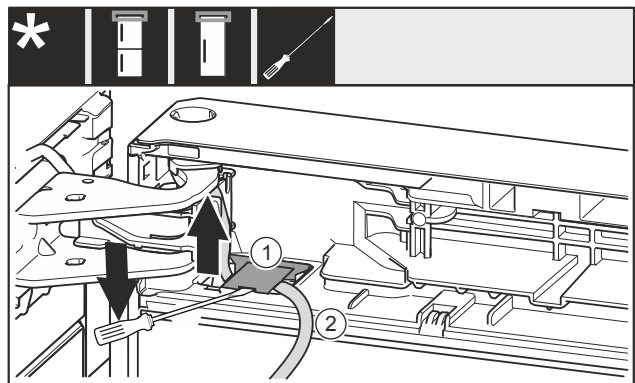

Fig. 26
- ▶ 使用带槽螺丝刀抬起盖板 Fig. 26 (1)，并将其拉出。
- ▶ 拉出电缆 Fig. 26 (2)。